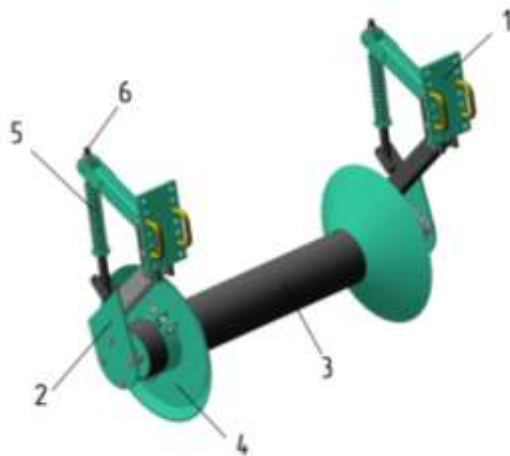

Рисунок 9 – Каток (вариант поставки)
3.1.10 Каток (рисунок 9) выравнивает гребнистость и уплотняет гряду. Состоит из кронштейна 1 для подвеса на центральную балку рамы, двух кронштейнов катка 2 между которыми закреплен вал 3 с двумя конусами 4. Кроме этого имеется предохранительный механизм 5 который прижимает каток к почве и гасит удары от посторонних предметов или неровностей, попадающих под каток. Натяжение пружины регулируется гайкой натяжной 6. Высота катка регулируется путем смещения подвеса по отверстиям в пластине кронштейна 1.